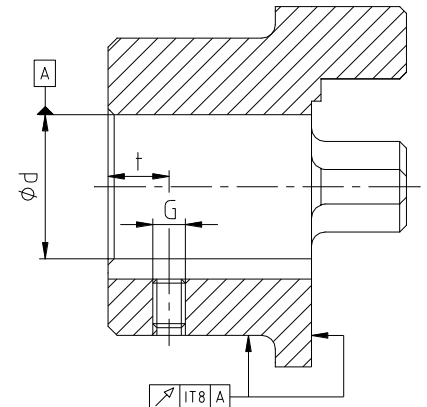

Bild 4: Rund- und Planlaufgenauigkeit
- Bei Herstellung der Nabenbohrung durch den Kunden ist die Rund- bzw. Planlaufgenauigkeit (siehe Bild 4) einzuhalten.